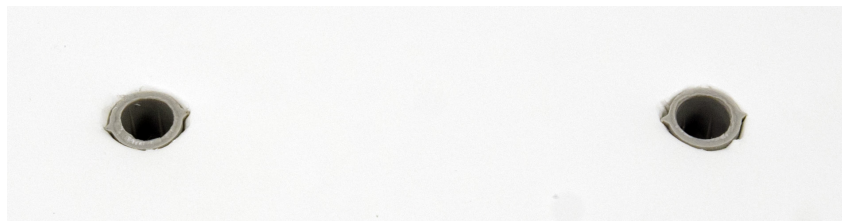

Abbildung 4. In der Wand montierter Kunststoff-Trockenbauanker
- 4 Falls erforderlich, montieren Sie die mitgelieferten Trockenbauanker in den Bohrungen und achten Sie darauf, dass jeder Anker mit der Wandkante bündig abschließt (**Abbildung 4**).